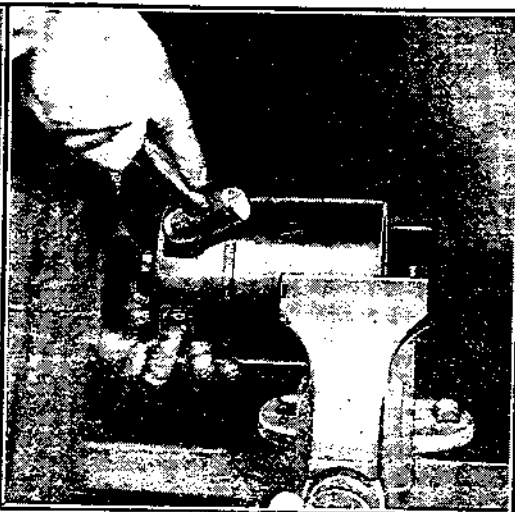

Fig. 458
b) Dévisser les quatre vis de fixation B de la flasque côté collecteur. Retirer la flasque en la tapant avec un marteau de cuivre, de la façon indiquée dans la figure 458.